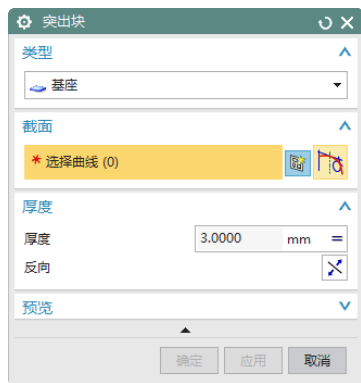

图 4-53 “突出块”对话框
(1) 选择“菜单(M)”→“插入(S)”→“突出块(B)”, 或者单击“主页”选项卡“基本”面组上“突出块”按钮, 打开如图 4-53 所示“突出块”对话框。